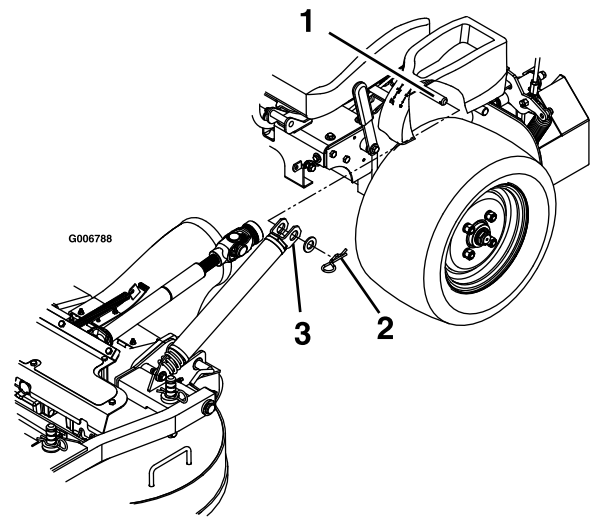

Figura 75
3. Rimuovete coppiglia e rondelle sopra la molla di sollevamento piatto su ogni lato della macchina (Figura 75).
9. Installate le molle sui perni di fissaggio molla sotto le console destra e sinistra e fissate con una rondella e la coppiglia (Figura 75).